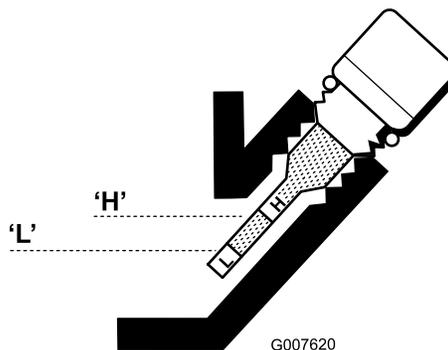

Figura 35
4. Limpe o medidor e insira-o no orifício de enchimento. Não o aperte no orifício. Depois retire e verifique o nível de óleo. Se o nível estiver baixo, adicione apenas o óleo suficiente para aumentar o nível até se encontrar entre as marcas H e L no medidor (Figura 35). Verifique o nível do óleo. Não encha demasiado.